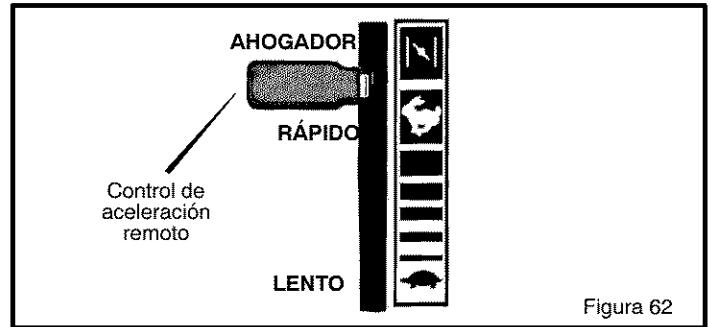

Figura 62
1. Mueva la palanca del **control de aceleración remoto** a la posición **RÁPIDO** (Figura 62).
2. Con el motor en marcha, coloque la palanca de **control de aceleración remota** en la posición **LENTO** (Figura 62).